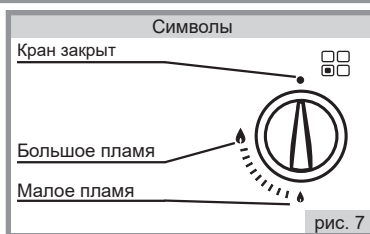

рис. 7
■ Положение горелок на столе и символы состояния работы горелок схематично изображено (рис.7) возле рукоятки каждого крана на панели управления.